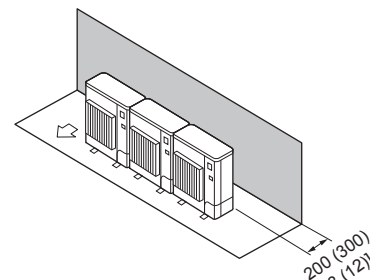

Fig. 2-12
- ① Obstáculos sólo en la parte trasera (Fig. 2-12)